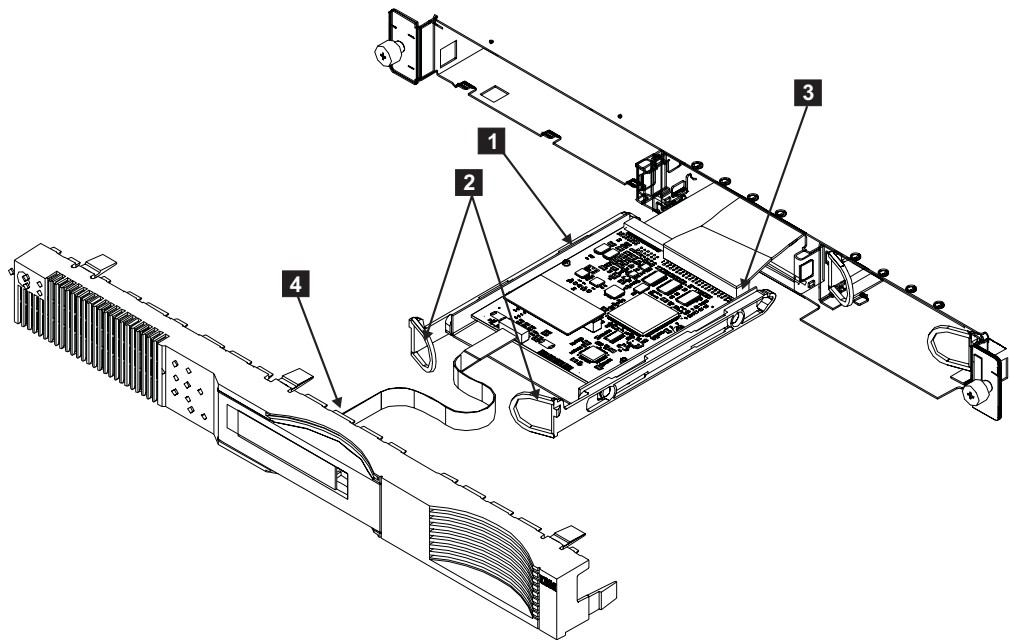

図 89. サービス・コントローラーの取り外し
5. 2 つのハンドル **2** を引いてラッチを外します。図 89 を参照してください。